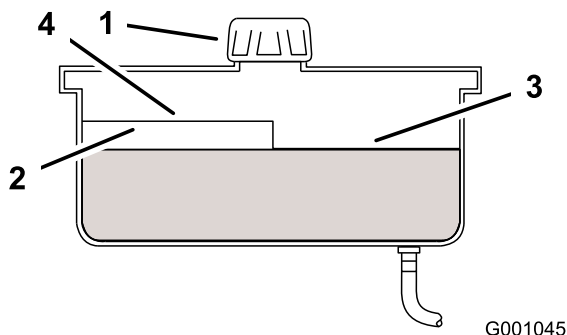

Bild 50
4. Reinigen Sie den Bereich um den Einfüllstutzen und den Deckel des Hydraulikbehälters (Bild 50).
5. Schrauben Sie den Deckel vom Einfüllstutzen ab. Schauen Sie in den Stutzen um sicherzustellen, dass Öl im Behälter ist. (Bild 50).
Hinweis: Der Füllstand sollte bei warmen Öl an der Oberkante der heißen Einfüllmarkierung der Trennwand liegen (Bild 50).